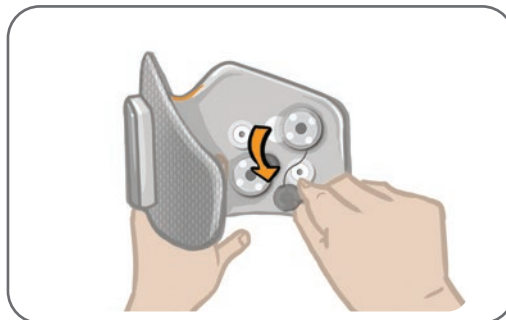

Figura 11-9: Rimozione delle basi per elettrodi usate
3. Rimuovere le basi per elettrodi usate dal gambale (Figura 11-9).